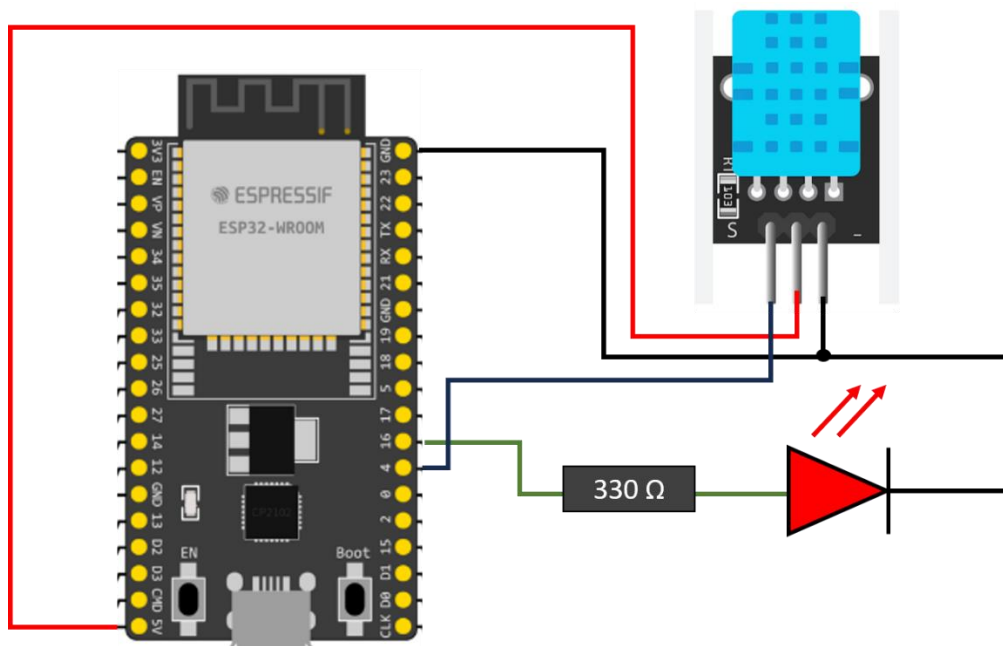

Ilustración 1.2 – Diagrama a implementar
1.1 Implementar el circuito del diagrama que se muestra en la *Ilustración 1.2*